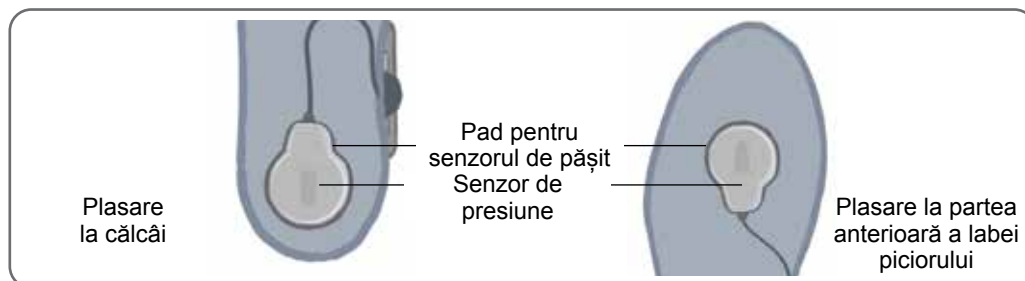

Figura 6-18: Poziționarea senzorului pentru picior în încălțăminte
3. Pentru plasarea la călcâi, îndreptați firul senzorului pentru picior către vârful încălțăminteii. Pentru plasarea la partea anterioară a labei piciorului, îndreptați firul senzorului pentru picior către partea din spate a încălțăminteii. Atașați senzorul de presiune la padul pentru senzorul pentru picior. Consultați Figura 6-18. Pentru poziționare, examinați imaginea cu laba piciorului de pe senzorul de presiune.